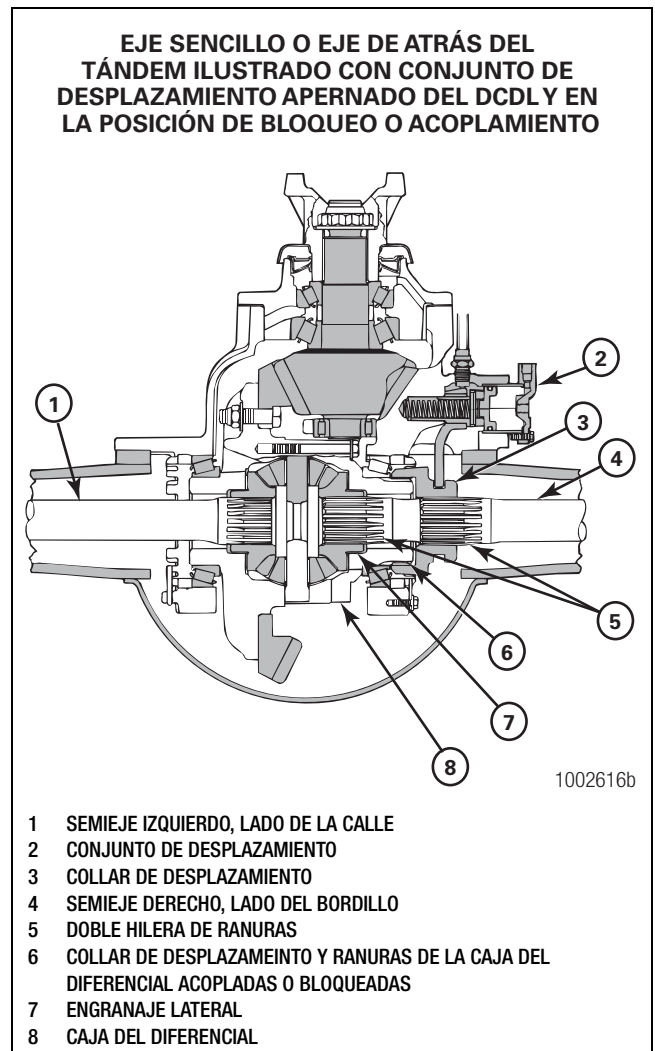

Figura 11.10
5. Instale el(los) semieje(s) indicados en la Tabla AK. Los semiejes con DCDL tienen una doble hilera de ranuras que se acoplan con las ranuras del engranaje lateral y las del collar de desplazamiento en la caja del diferencial. Figura 11.10. Continúe con el Paso 6.